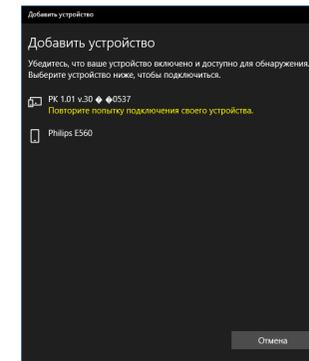

Рисунок 9
3.9 Если подключение по какой-либо причине не произошло, появится предупреждающая надпись «Повторите попытку подключения своего устройства», рисунок 9